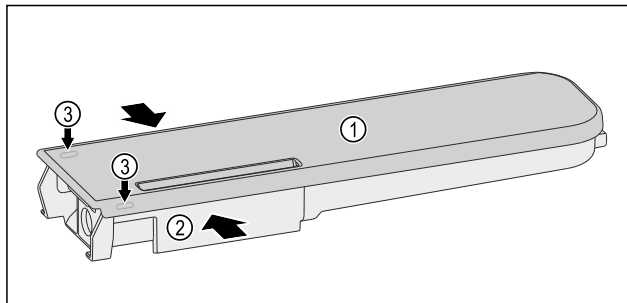

Fig. 231
- Presser le réservoir d'eau Fig. 231 (2) et faire levier pour lever précautionneusement le couvercle Fig. 231 (1) par les ergots Fig. 231 (3).
- Faire légèrement bouger le couvercle Fig. 231 (1) de l'avant vers l'arrière puis le retirer par le haut.